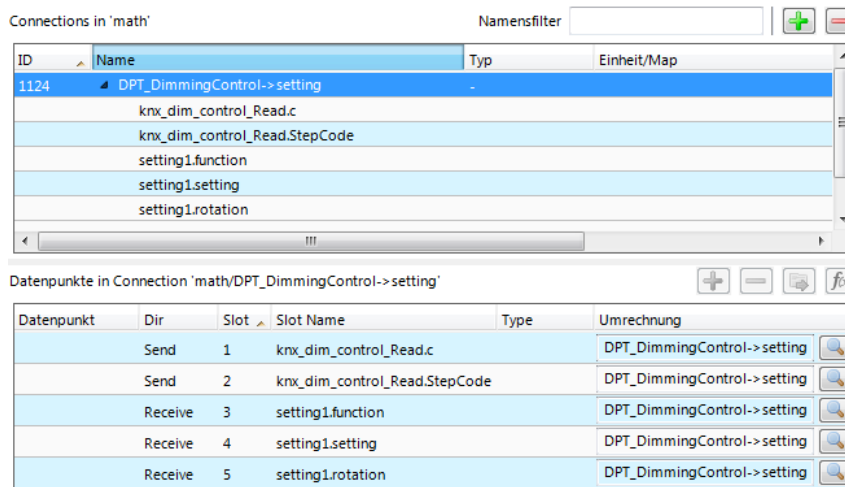

Abbildung 53: Neue Multi-Slot Connection aus einem Mathematik-Adapter erstellt.
2. Im Dialog **Multi-Slot Mathematik Adapter auswählen** wählen Sie einen existierenden Adapter und klicken auf **Auswählen**. Eine neue Multi-Slot Connection wird in die Liste der Connections hinzugefügt. Sie besitzt vorerst nur leere Slots wie in Abbildung 53 ersichtlich.